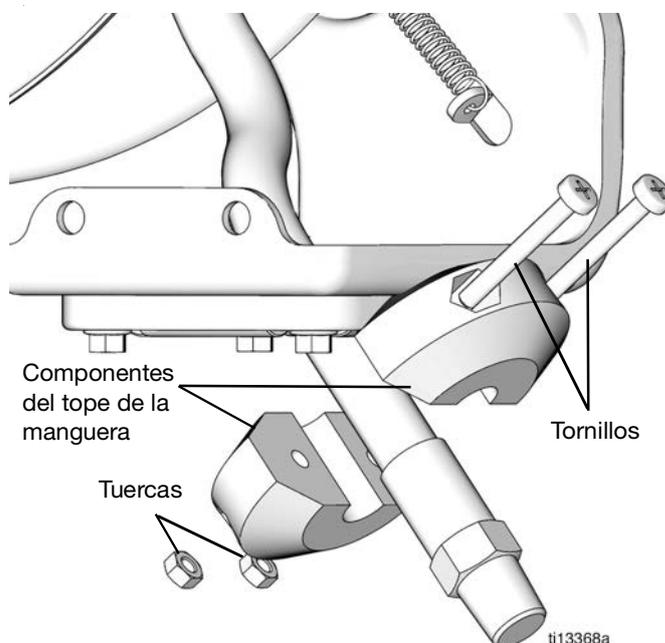

FIG. 25
4. Retire el tope del extremo de la manguera y guarde las piezas en un lugar seguro para volverlas a montar después en la manguera nueva (FIG. 25).
- a. Afloje y quite los tornillos y las tuercas (FIG. 25).
- b. Separe dos componentes del tope de la manguera para retirarlos del extremo de la manguera (FIG. 25).
7. Inserte los tornillos por el tope de la manguera y apriete las tuercas para sujetar con seguridad el tope de la manguera en su sitio (FIG. 25).